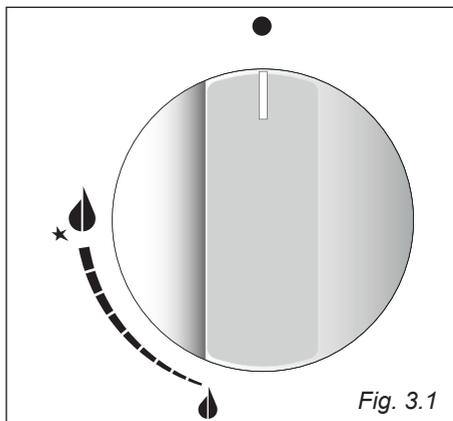

Fig. 3.1
- Retire la tapa de la regleta de bornes introduciendo un destornillador en los dos ganchos "A" (fig. 3.1).
La entrada de gas en los quemadores esta regulada por las empuñaduras de la fig. 3.1. Haciendo coincidir los símbolos impresos en la empuñadura con el índice de los cuadro de distribución del aparato se obtiene:
- √ El encendido eléctrico está incorporado en las perillas de los quemadores y se identifica con el símbolo “★” al lado del símbolo “💧” (fig. 3.1).